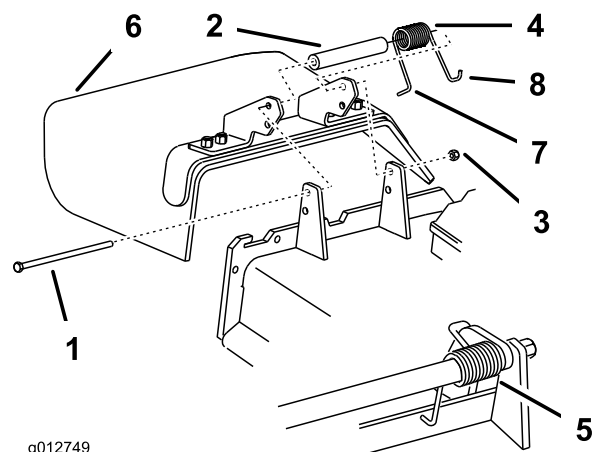

Figura 89
Nota: Asegúrese de colocar el extremo en **L** del muelle detrás del reborde de la carcassas antes de instalar el perno, según se muestra en la Figura 89.
- Instale el perno y la tuerca. Coloque el extremo en **J** del muelle alrededor del deflector de hierba (Figura 89).
- Retire la contratuerca, el perno, el muelle y el espaciador que sujetan el deflector a los soportes de pivote (Figura 89). Retire el deflector de hierba dañado o desgastado.